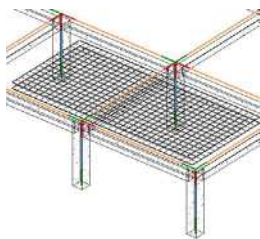

图 13-62 观察图形
(6) 将视图切换至三维视图，观察图形，如图 13-62 所示。